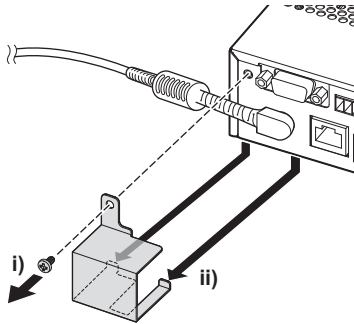

Fig. 1
- 2) Retirez le support de sécurité de l'adaptateur AC. (Fig. 1)